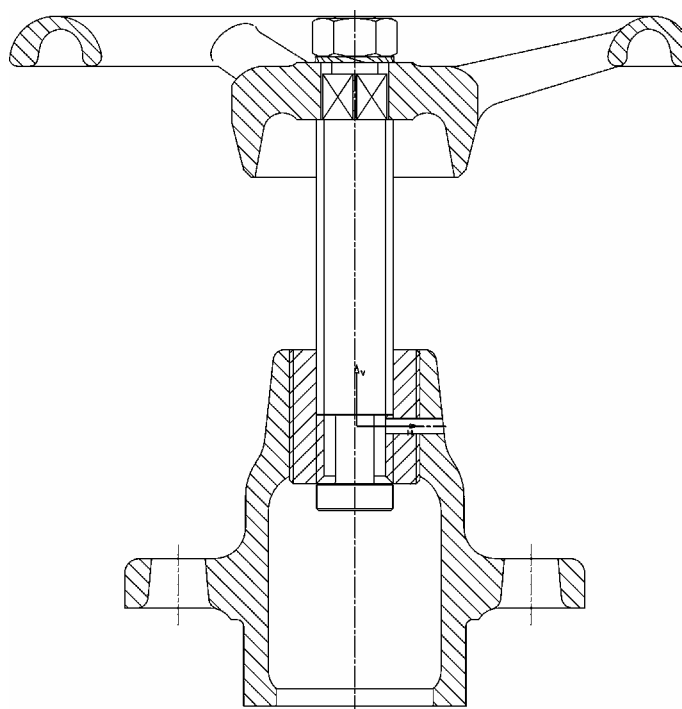

Bild 5
- Einspannen des Oberteiles im Schraubstock u. Herausdrehen der Gewindebüchse unter Verwendung von Spindel u. Handrad (siehe Bild 5)